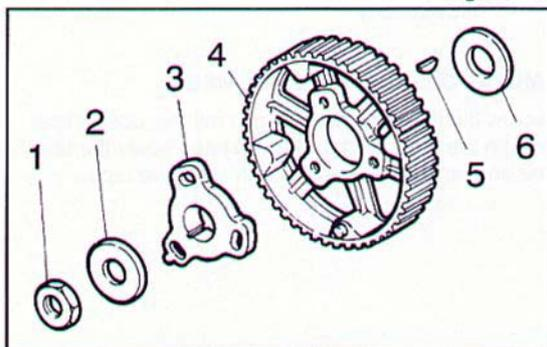

Fig. 65 ▼
**Complessivo puleggia distribuzione (Fig. 65)**
**Timing pulley assembly (Fig. 65)**